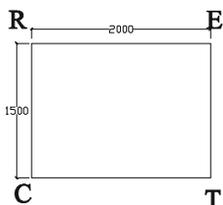

图 3-1-1
**STEP 01** 绘制床的轮廓线，如图 3-1-1 所示，其具体操作如下：
// 单击如图 3-1-1 所示的矩形
// 按 F3 键打开捕捉功能，单击如图 3-1-1 所示的点 E
// 按 F8 键关闭正交功能，单击如图 3-1-1 所示中线段 RC 的中点
// 单击如图 3-1-1 所示的点 T